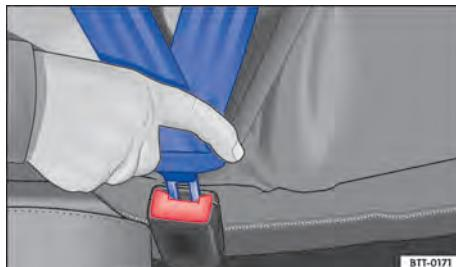

Fig. 24 Introduzir a lingueta do cinto de segurança no fecho do cinto de segurança.
- Inserir firmemente a lingueta do cinto de segurança no fecho do cinto de segurança pertencente ao assento → Fig. 24.